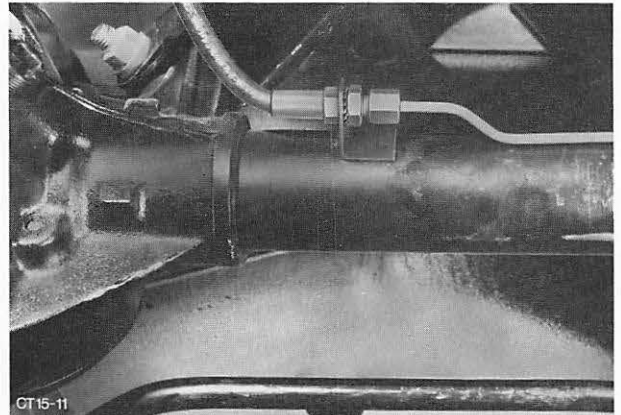
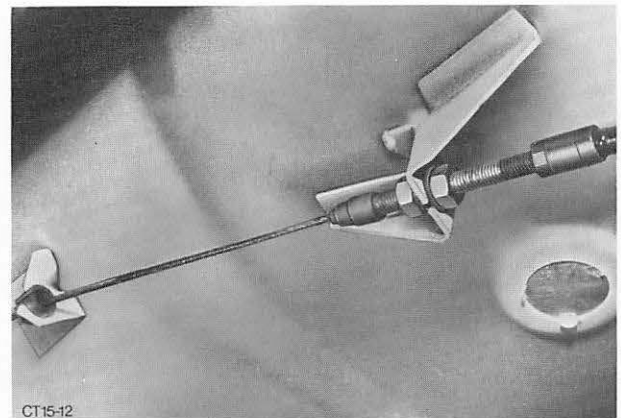

Abb. 14 Bremsschlauch an Bremsrohrleitung
Abb. 15 Handbremsseilzug einstellen
15. Bremsrohrleitung an Bremsschlauch anschließen, Abb. 14. Handbremsseil an Handbremshebel montieren, Splintbolzen sichern. Bremsseil an Halter-Bodenblech befestigen, sichern und einstellen. Abb. 15.